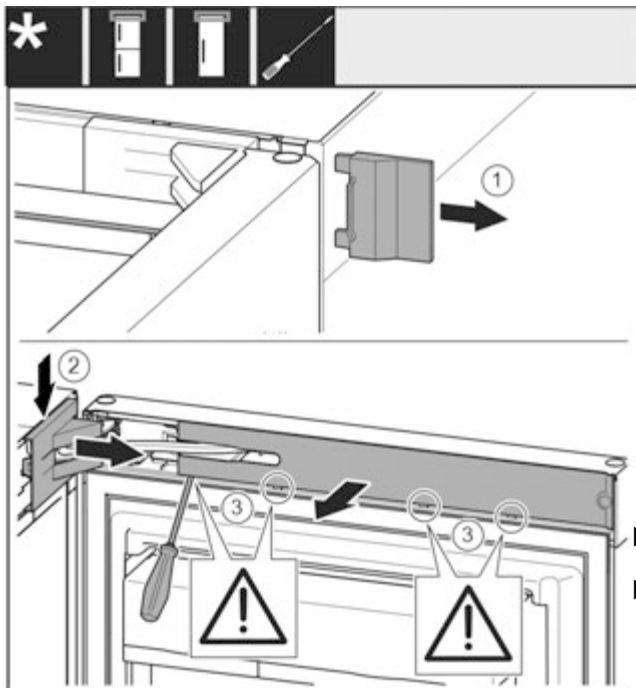

Fig. 5
- ▶ Зніміть зовнішню кришку. Fig. 5 (1)
- ▶ Звільніть і ослабте кришку опорного кронштейна. Зніміть кришку опорного кронштейна. Fig. 5 (2)
- ▶ За допомогою шліцевої викрутки звільніть від фіксатора та поверніть убік накладку. Fig. 5 (3)